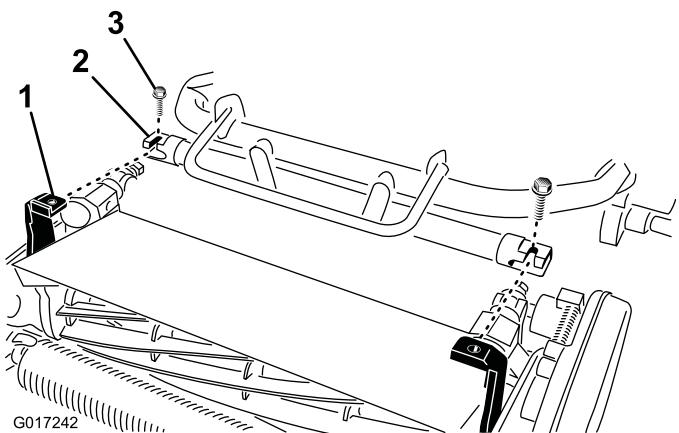

Figure 5
4. Manceuvrez le cadre du groupe de déplacement (Figure 5) en avant jusqu'à ce qu'il s'engage avec les bras pivotants du plateau de coupe.
5. Fixez le cadre du groupe de déplacement aux bras pivotants du plateau de coupe avec 2 boulons (3/8 x 3/4 po), comme montré à la Figure 5